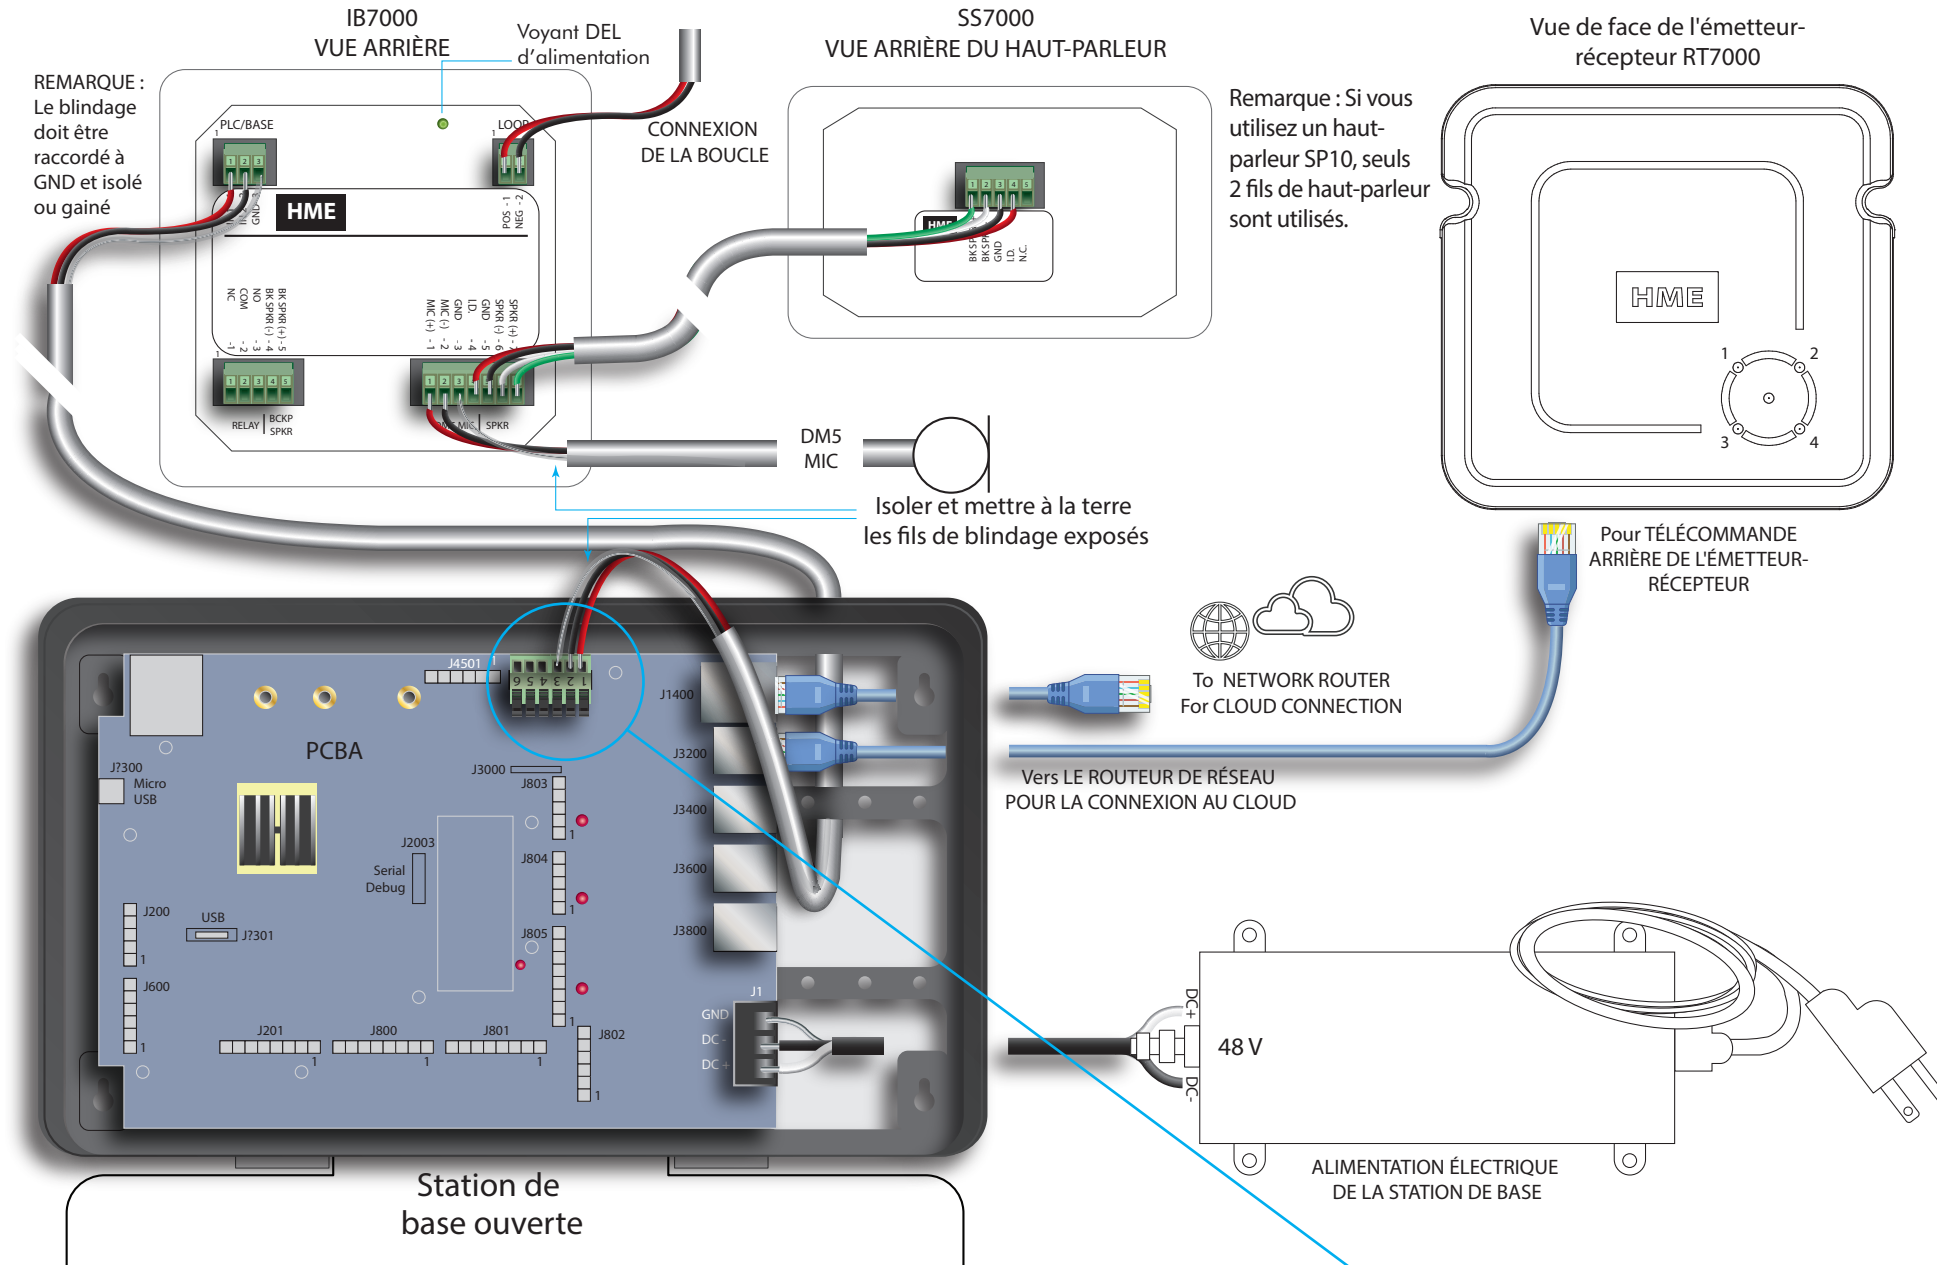

Fig. 2.3
- 6 Installez les autres composants. Le haut-parleur SS7000 (ou SP10) et le microphone DM5 doivent être installés à l'aide de l'IB7000. Voir fig 2.3 et la section « Remarques sur les composants » à la page 3, ou la fig. 4.2 à la page 4 si vous utilisez le SP7000 et le DM5 (ne nécessite pas d'IB).
La figure 2.3 montre les connexions d'un service à l'auto à une seule voie.